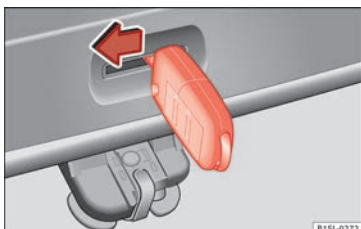

Bild 7 Från bagageutrymmet: Nödupplåsning av bakluckan.
- Sätt in nyckeln i bakluckans öppning » » bild 7 och tryck den i pilens riktning för att låsa upp bakluckan.